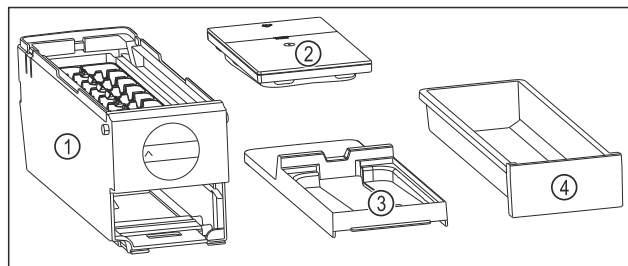

Fig. 146 Dele af EasyTwist-Ice
- ▶ EasyTwist-Ice er adskilt i fire dele. (se Fig. 146)
- ▶ EasyTwist-Ice må kun adskilles i de afbildede dele. (se Fig. 146)
- ▶ Rengør EasyTwist-Ice-legemet Fig. 146 (1) som en helhed.